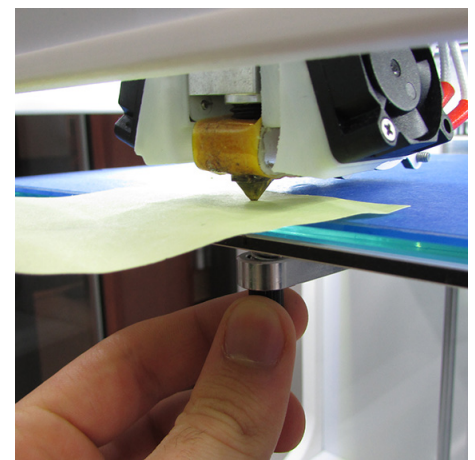

Fig. 3
7. Ajuster la hauteur du lit à l'aide des vis situées en dessous de la buse et du lit (Fig. 3);
10. Il doit être possible de retirer la feuille de la buse et de la réinsérer facilement (Fig. 3);